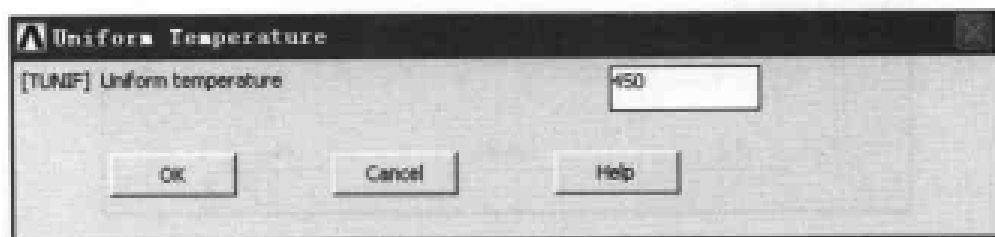

图 9-110 施加均匀温度载荷对话框
(1) 选择 Main Menu | Solution | Analysis Type | New Analysis 命令, 出现 New Analysis 对话框。选择分析类型为 Steady-State, 单击 OK 按钮关闭该对话框。
(2) 选择 Main Menu | Solution | Define Loads | Settings | Uniform Temp 命令, 出现 Uniform Temperature 对话框。在文本框中输入 450, 如图 9-110 所示, 单击 OK 按钮关闭该对话框。